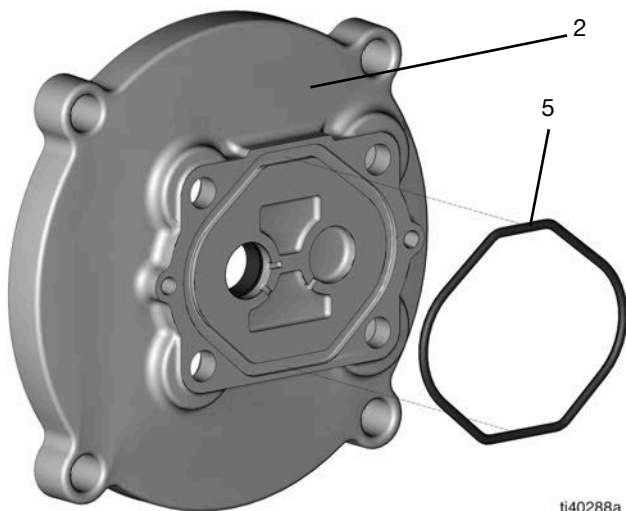

FIG. 36
2. Coloque la junta tórica (5) en la ranura de la cubierta de la placa adaptadora (2) (FIG. 36).